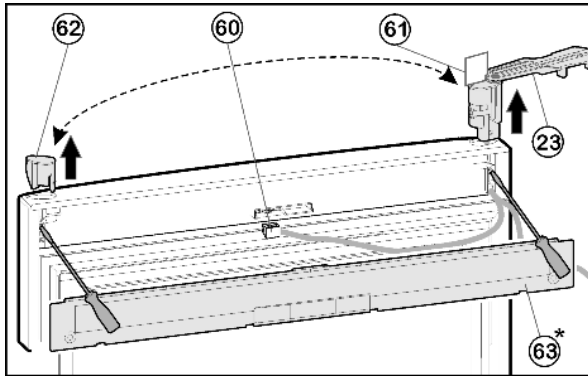

Fig. 21
- ▶ С помощью отвёртки выведете из зацепления крышку Fig. 21 (63) на дверце.
- ▶ Отсоедините разъем Fig. 21 (60).
- ▶ На верхней дверце поверните опорный кронштейн Fig. 21 (23) наружу параллельно краю дверцы.
- ▶ При помощи отвертки вытолкните опорный кронштейн Fig. 21 (23) снизу и снимите с двери вместе с кабелем.
- ▶ Извлеките пробку Fig. 21 (62) снизу при помощи отвертки и вставьте на другой стороне.
- ▶ Проденьте кабель опорного кронштейна Fig. 21 (23) на противоположной стороне и установите опорный кронштейн.
- ▶ Снимите шаблон Fig. 21 (61) и закрепите на опорном кронштейне.
- ▶ Вставьте разъем Fig. 21 (60).
- ▶ Зафиксируйте крышку Fig. 21 (63) на дверце.